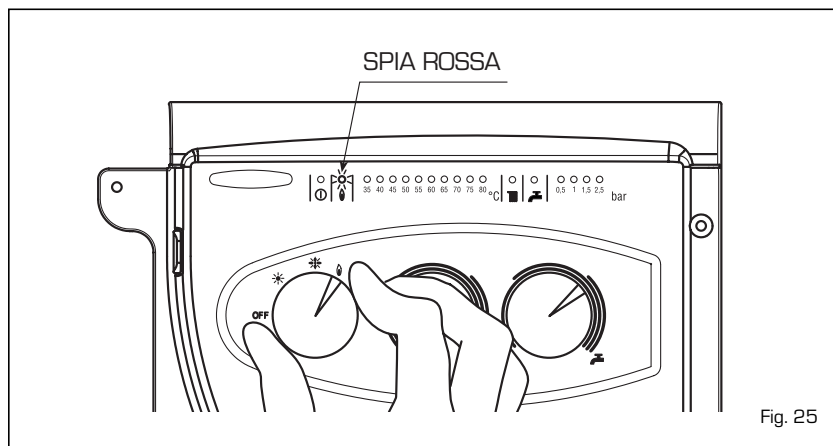

Fig. 25
- Insufficiente pressione acqua (fig. 25/a)
acqua (fig. 25/a)